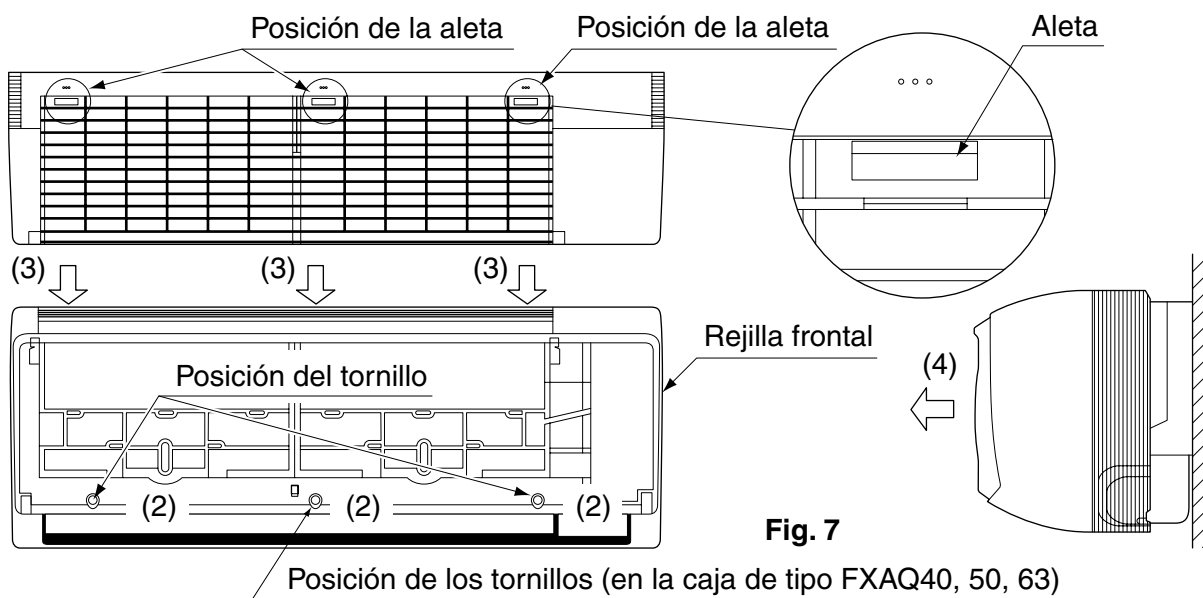

Fig. 7
- Retire la rejilla frontal. (Refiérase a la Fig. 7)
- Retire ahora el dispositivo amortiguador colocado en el paso (6).